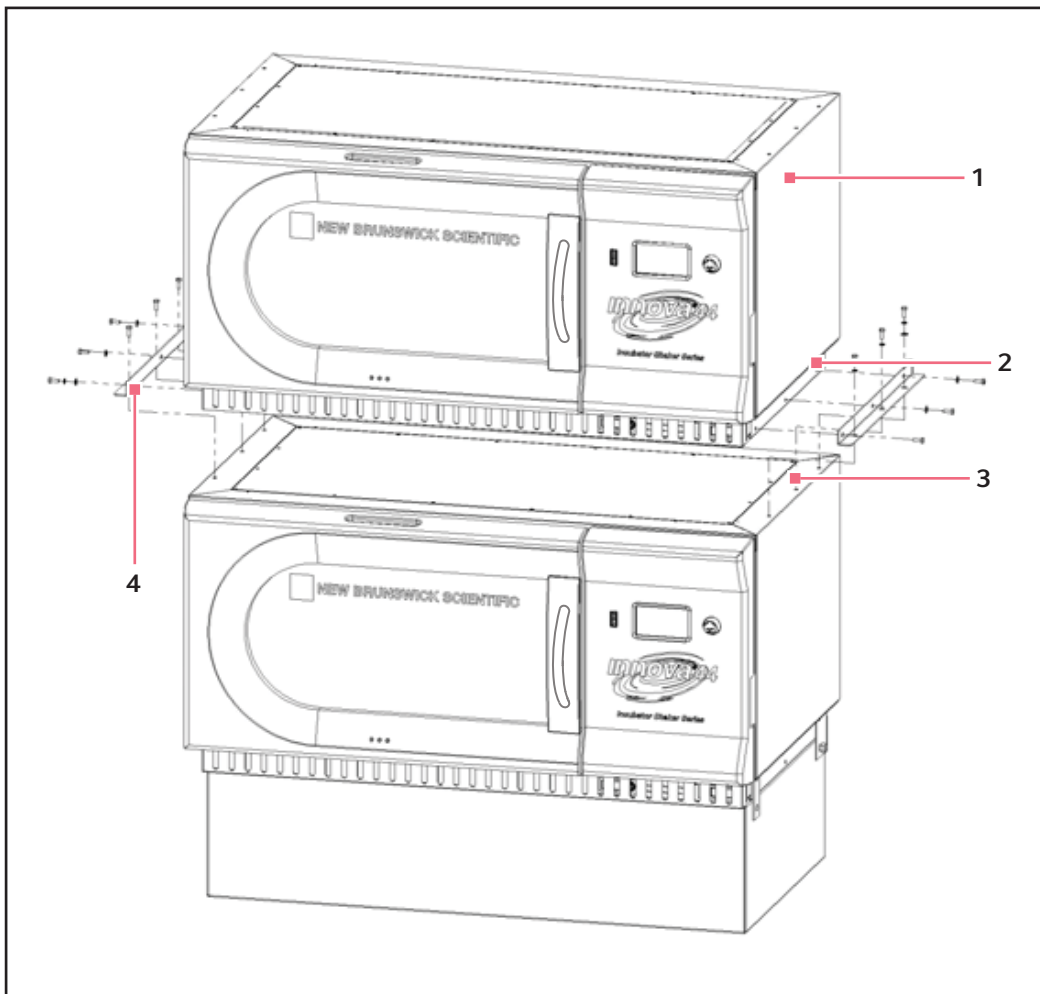

Fig. 6-5: Installazione del kit di impilamento di Innova 44/44R
- Facendo riferimento alla figura in basso (vedi Fig. 6-5 a pag. 27), togliere le viti di fissaggio dalla parte superiore dell'unità inferiore, sui due bordi ai lati, e togliere le viti di fissaggio (dai lati dell'unità da impilare) in corrispondenza delle staffe di montaggio.
4. Servendosi delle viti e delle rondelle in dotazione, fissare le staffe di montaggio del kit di impilamento alla parte superiore dell'unità inferiore. Fissare in posizione le staffe come indicato (vedi Fig. 6-5 a pag. 27).